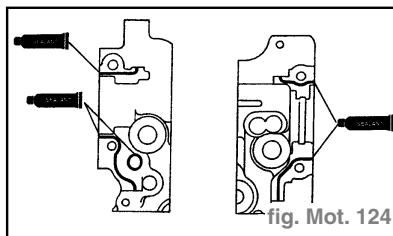

fig. Mot. 124
- Appliquer de l'étanchéissant comme indiqué sur le schéma. (fig. Mot. 124)